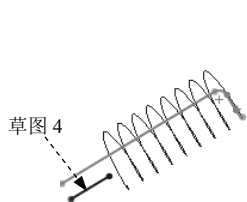

图 6.13.7 草图 4
Step4. 创建如图 6.13.7 所示的草图 4。选取右视基准面为草图基准面，在草图绘制环